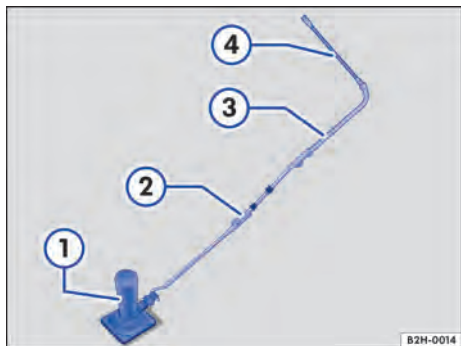

Fig. 157 Macaco com extensor.
- Rebater a alavanca de extensão ⇒ Fig. 157 ② da ferramenta de bordo, desdobrando-a.
- Enganchar a alavanca de extensão no macaco ①.
- Colocar a chave de caixa ③ sobre a alavanca de extensão.
- Colocar a chave de roda ④ sobre a chave de caixa.